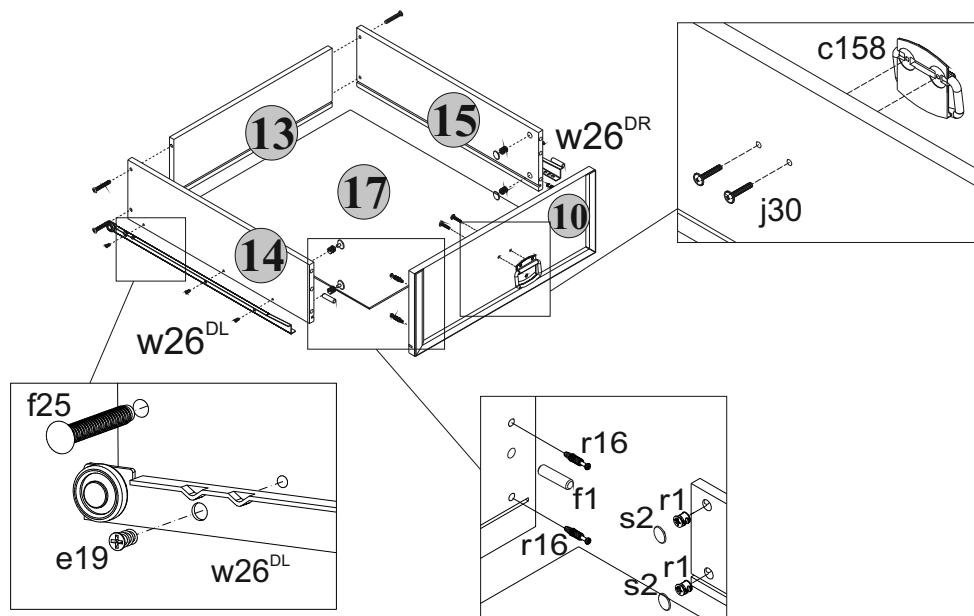

Рис. 3
5.23 В отверстия диаметром **8 мм** на передних кромках стенок боковых **14** и **15** ящиков вбить деревянные шканты **f1** (см.рис.3).
5.24 В отверстия диаметром **15 мм** на внутренних поверхностях стенок боковых **14** и **15** ящиков вставить стяжки эксцентриковые **r1** (см.рис.3).
5.25 В отверстия диаметром **5 мм** на внутренних поверхностях панелей ящиков **10** с помощью крестообразной отвертки вкрутить винты стяжки **r16** (см.рис.3).
5.27 Соединить панели ящиков **10** с корпусами ящиков и затянуть стяжки эксцентриковые **r1**, пользуясь специальным ключом **z1**. Закрыть стяжки эксцентриковые заглушками **s2** (см.рис.3).